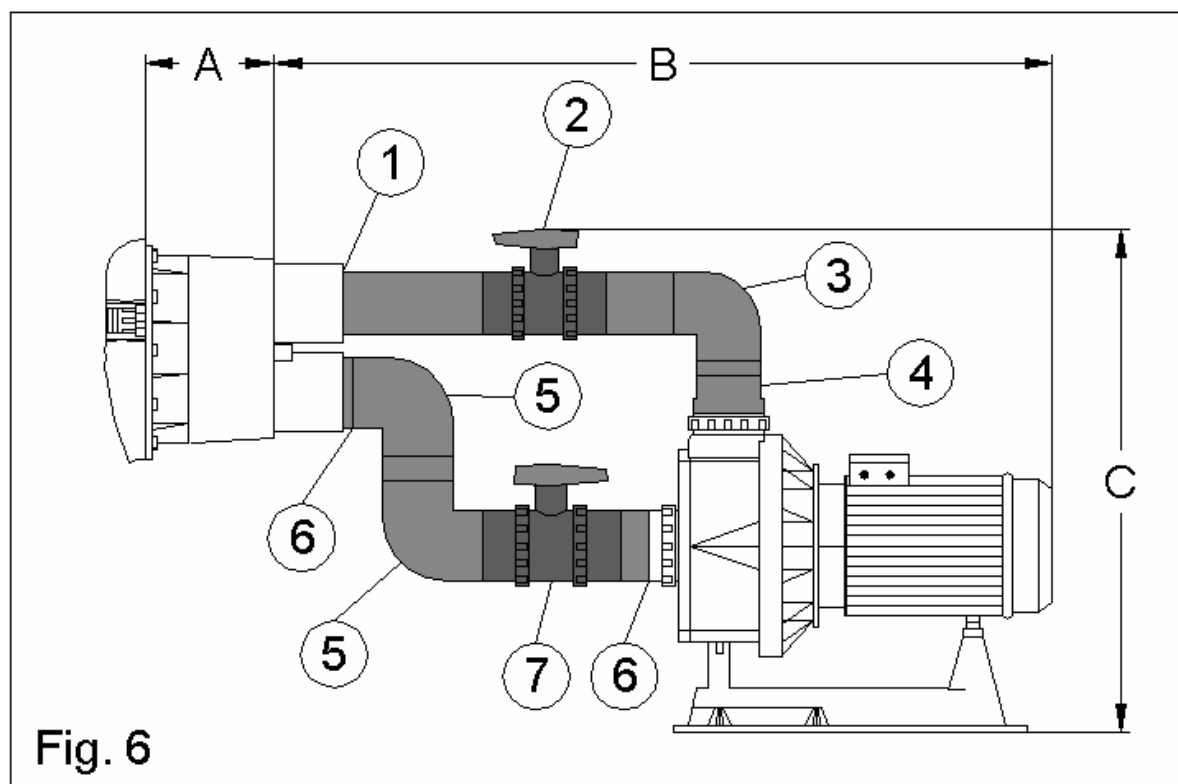

Fig. 6
-Encolar el casquillo reducido de 75x63mm (nº1 fig.6) en la toma de impulsión del nicho (ver fig.6).
-Encolar el tubo Ø63mm.* al casquillo reducido (nº1 fig.6).
-Encolar la válvula Ø63mm.(nº2, fig.6) al tubo Ø63mm.*
-Encolar tubo Ø63mm.* a la válvula Ø63mm. (nº2 fig.6).
-Encolar codo Ø63mm. (nº3 fig.6) al tubo Ø63mm.*
-Encolar tubo Ø63mm.* al codo (nº3 fig.6).
-Encolar reducción cónica 90/75/63 mm.(nº4 fig.6) al tubo Ø63mm.* y al racor de la bomba Ø90mm.
-Encolar el casquillo reducido de 90x75mm (nº6 fig.6) en la toma de aspiración del nicho (ver fig.6).
-Usando un tubo Ø75mm* encolar un codo Ø75mm. (nº5 fig. 6)al casquillo reducido (nº6 fig. 6).
-Usando un tubo Ø75mm* uniremos el otro codo Ø75mm. (nº5, fig. 6) al codo ya encolado (ver fig. 6).
-Encolar la válvula Ø75mm. (nº7, fig.6) al codo (nº5, fig.6) usando un tubo Ø75mm* para unirlos.
-Encolar un tubo Ø75mm* a la válvula (nº7 fig. 6).
-Encolar un casquillo reducido 90x75mm. (nº6, fig.6) al tubo Ø75mm* y al racor de la bomba Ø90mm.